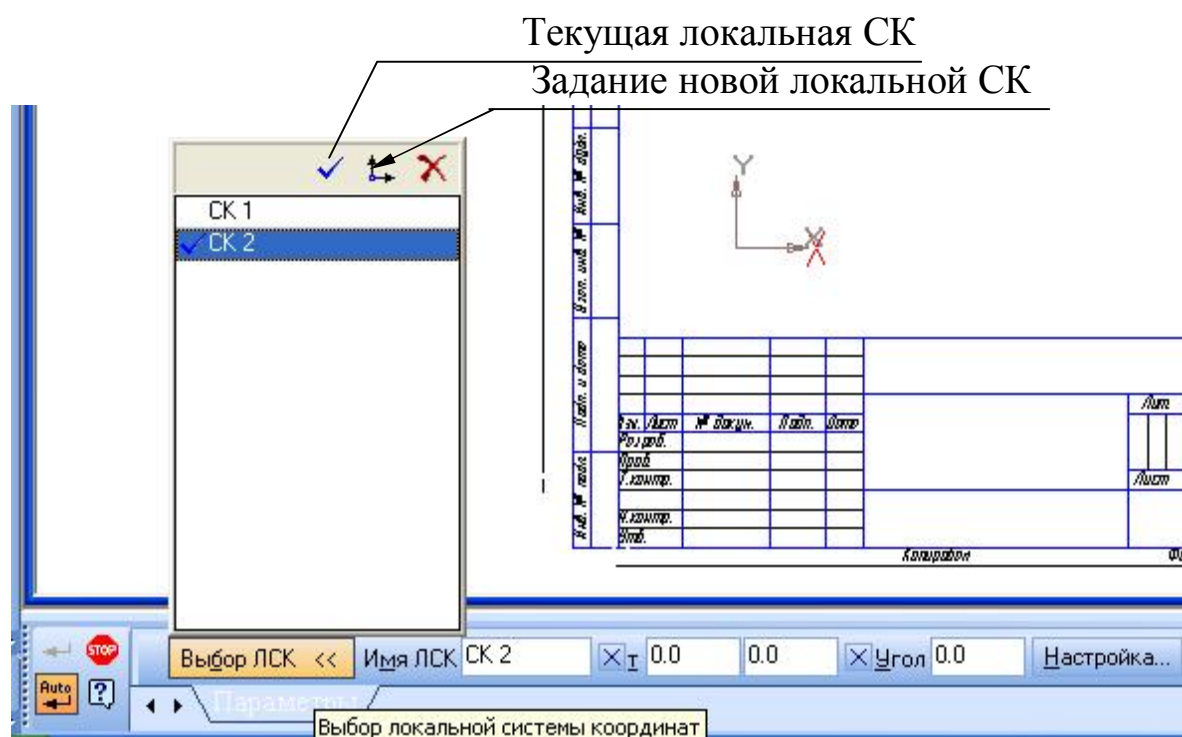

Рис. 3.1. Содержание **Панели свойств** при создании локальной системы координат
- Щелкните графическим курсором в том месте чертежа, где вы хотите поместить центр создаваемой системы координат, либо, воспользовавшись **Панелью свойств** (рис. 3.1), в поле **t** введите координаты этого центра относительно глобальной системы координат.